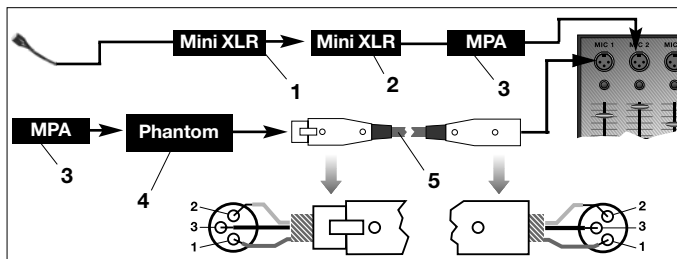

Fig. 4: Esquema de conexão com MPA III L
Veja fig. 4.
Veja fig. 4. O conector (1) é travado automaticamente.
2. Conete o MPA III L (3) a uma entrada de microfone XLR com alimentação fantasma.
4. **Se a sua mesa de mixagem não possuir uma alimentação fantasma**, ligue o MPA III L (3) a um alimentador fantasma opcional da AKG (4) (N 62 E, N 66 E, B 18, B 15) e ligue o alimentador fantasma a uma entrada balanceada com um cabo XLR (5) (por exemplo AKG MK 9/10 - não fornecido na embalagem).